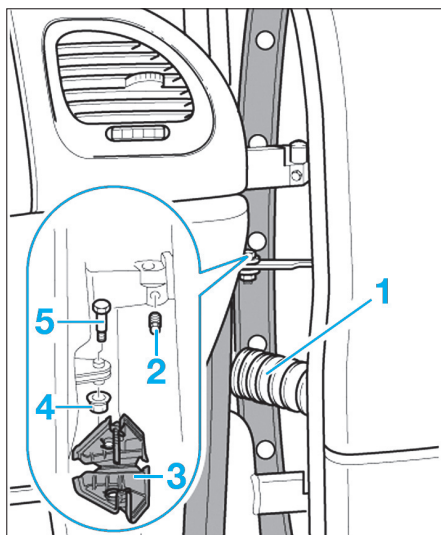

Fig. 87
- Ouvrir la porte et débrancher le connecteur (1) (Fig.87).